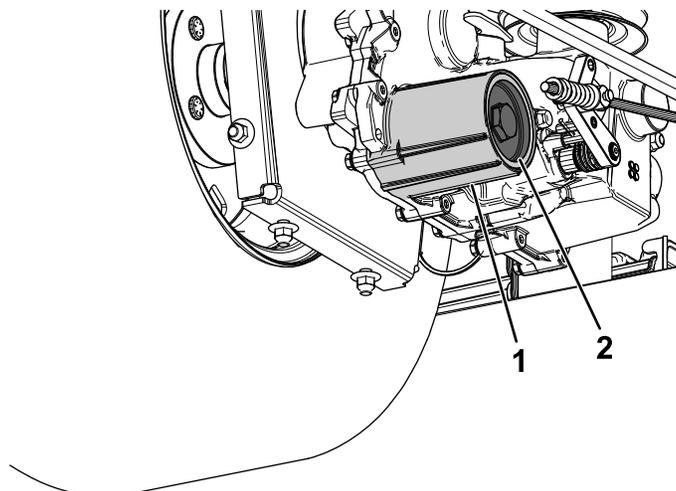

Bild 67
- Entfernen Sie den Deckel des Hydraulikölfilters am Getriebe, um das Hydrauliköl abzulassen (Bild 67).